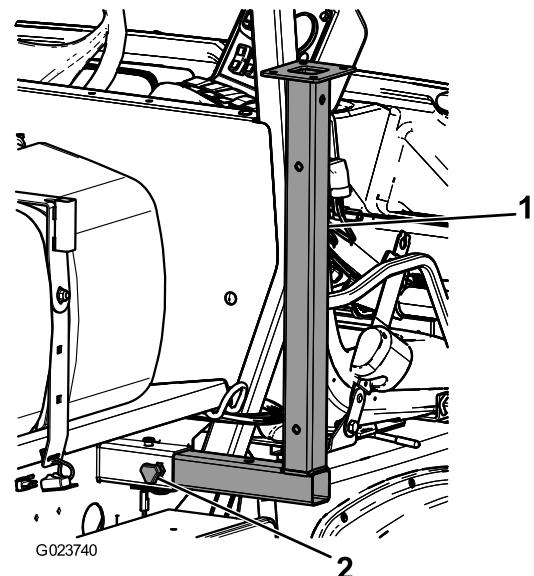

Figura 50
- Inserite i cavalletti metallici anteriori capovolti nel telaio vicino ai punti di ancoraggio anteriori (Figura 50).